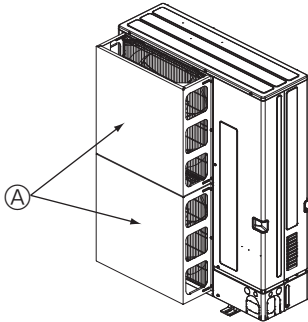

Fig. 2-4
- ② Si la unidad está situada en un lugar expuesto a vientos fuertes como huracanes que puedan entrar en la salida de aire, coloque una guía de aire opcional. (Fig. 2-4)